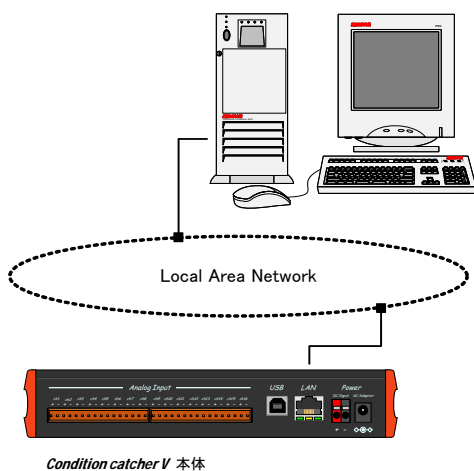

図1. システム構成図
*Condition catcher V*は、単体で16チャンネルのアナログ信号をパソコンに取り込むデータ・ロガーで、下の図1のような構成で使用します。